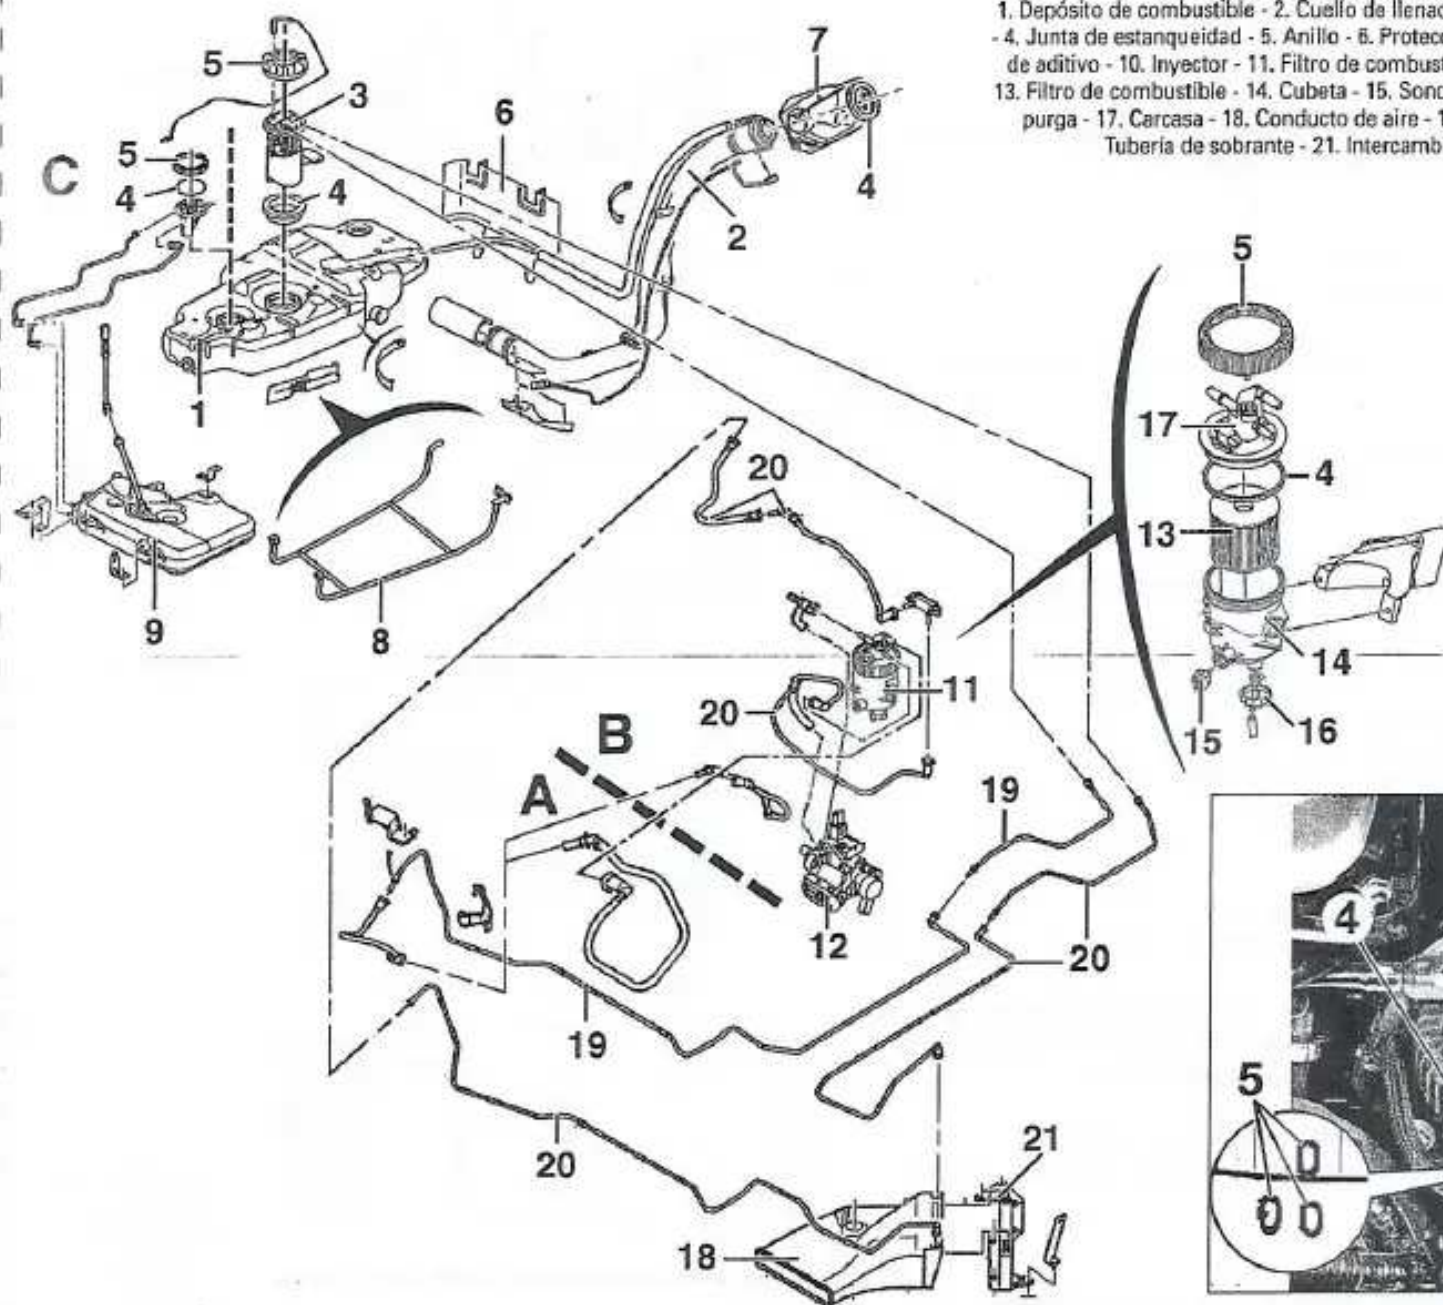

FIGURA 1-20
- Abrir el tornillo de purga (1) (figura 1-20).
- el conector de calentamiento del combustible (2) (figura 1-20).
- Desmontar las tuberías de la caja del filtro de combustible (3).
- Aflojar el anillo-tuerca (4) con una llave de cincha (figura 1-20).